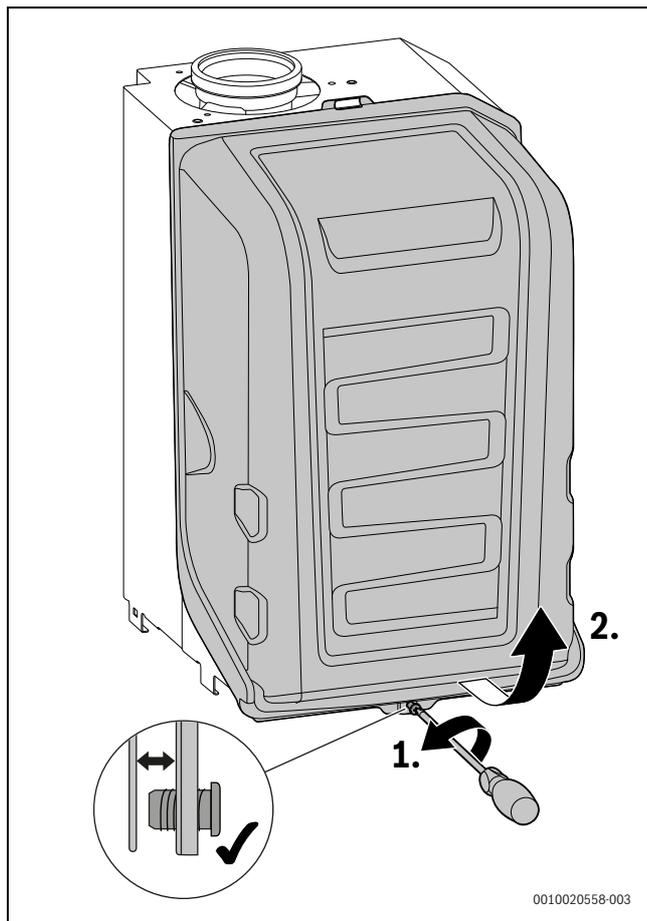

Fig. 107 Retirer le capot du brûleur
- ▶ Retirer le capot du brûleur (→ fig. 107, page 63).